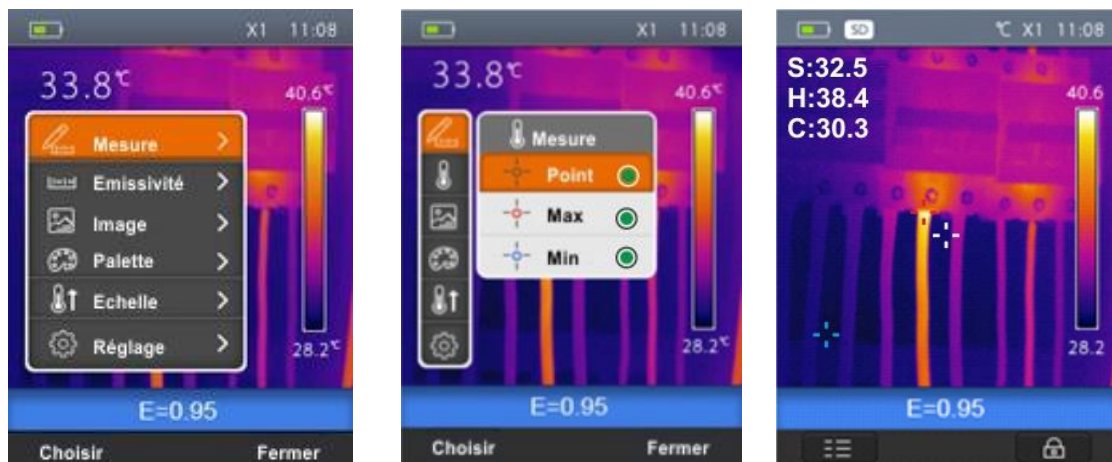

Fig. 17 : Réglage curseurs ou points de mesure
1. Sélectionner « Mesure » à l'aide des touches  ou  et appuyer sur la touche . La page-écran de Fig. 17 – partie droite est affichée à l'écran